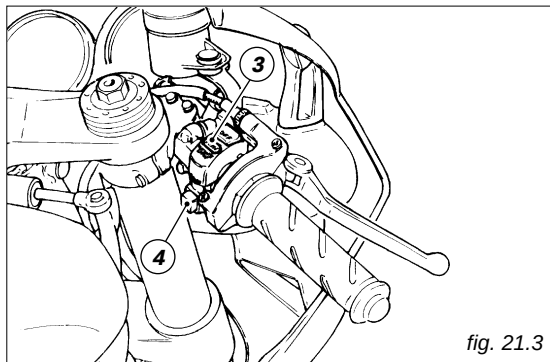

fig. 21.3
3) Assurez-vous que le commutateur d'arrêt (3, fig. 21.3) est en position **○ (RUN)**; appuyez ensuite sur le bouton-poussoir de démarrage (4).